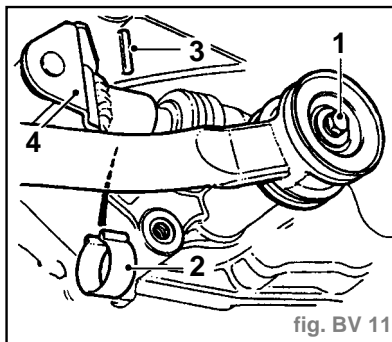

fig. BV 11
- Dégager le câble d'embrayage du support de butée sur la boîte de vitesses et mettre le câble sur le côté (2).
- Enlever le boulon maintenant le fil de masse sur la boîte de vitesses (3).
- Débrancher les 2 fils de contacteur de feu de recul du faisceau du moteur (4).
- Enlever le boulon et débrancher la barre d'appui de changement de vitesses de la boîte de vitesses puis récupérer les 2 rondelles (1) (fig. BV. 11).